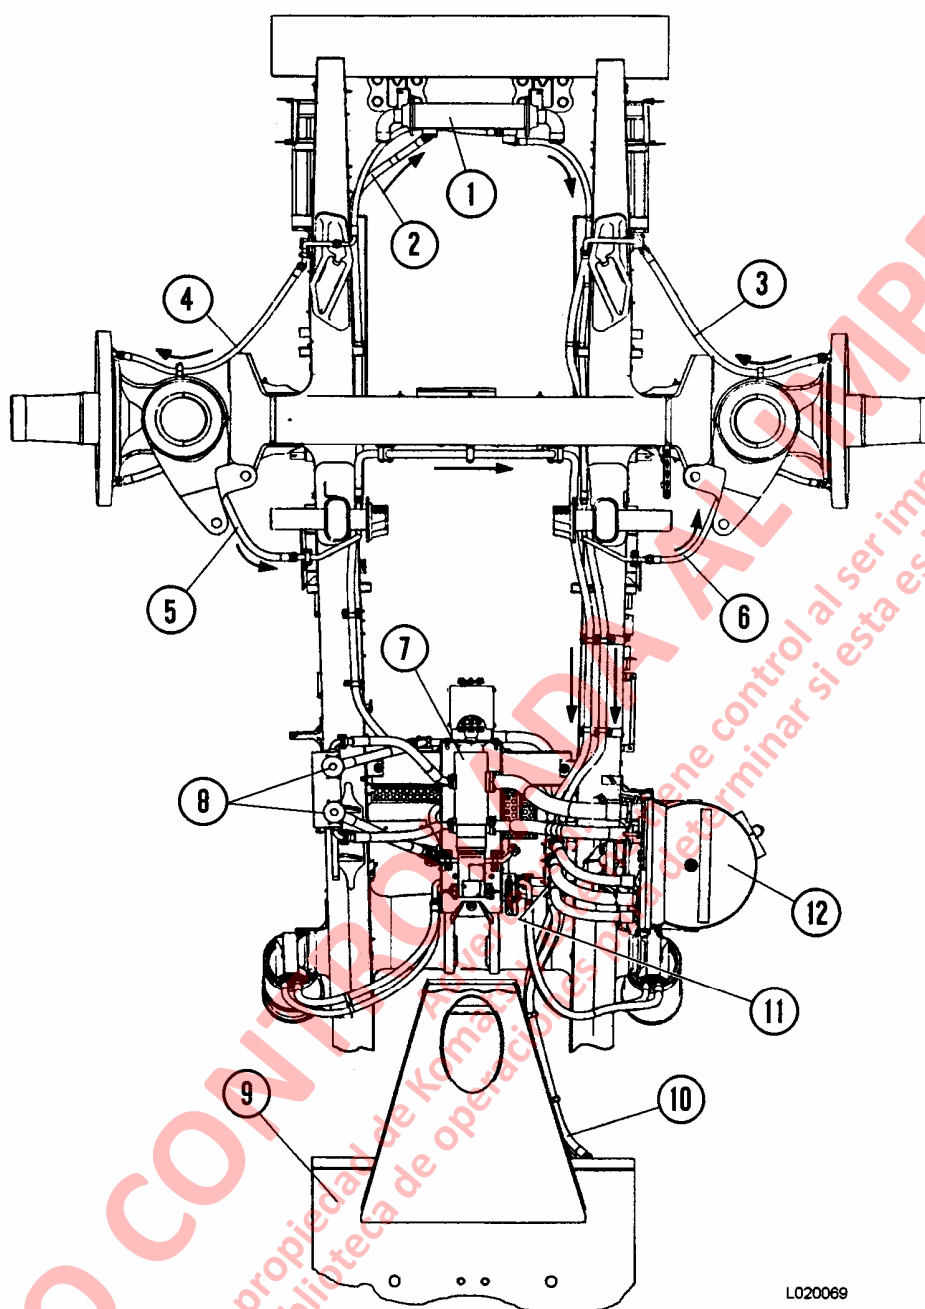

FIGURA 2-5. CIRCUITO DE ENFRIADO DEL FRENO DE DISCO – TÍPICO (Vista Inferior)
La válvula de elevación (5) dirige el flujo de aceite a los cilindros de elevación (1) cuando el operador mueve la palanca de control de elevación. La palanca de control de elevación está conectada a la válvula piloto de elevación ubicada en el gabinete de componentes hidráulicos por medio de un cable de control flexible. Si la palanca de control está en posición de FLOTACION, el aceite vuelve al estanque hidráulico a través del múltiple de aceite de retorno de elevación/frenos (2) y también fluye a través del circuito del freno de disco para enfriar el sistema de frenos de disco húmedo. El calor generado durante la aplicación del freno de servicio se extrae por medio de un intercambiador de calor aceite – agua (1, Figura 2-5).
El aceite suministrado a los frenos de las ruedas traseras fluye desde la válvula de elevación al múltiple de aceite de retorno de elevación/frenos (11, Figura 2-5), a los conjuntos de freno y, luego vuelve al múltiple de aceite de retorno de elevación/frenos y al estanque hidráulico (12). El aceite suministrado a los frenos de las ruedas delanteras es dirigido desde la válvula de elevación a un intercambiador de calor de aceite/agua (1) antes de entrar a los conjuntos del freno. El aceite del freno delantero es devuelto al múltiple de aceite de retorno de elevación/frenos y luego al estanque hidráulico. Además, se utiliza el aceite de enfriado del freno delantero para lubricar los rodamientos del cubo de la rueda delantera.